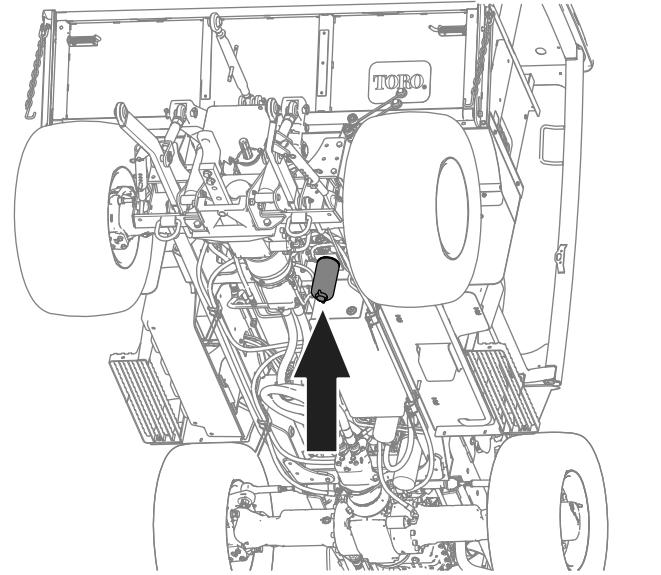
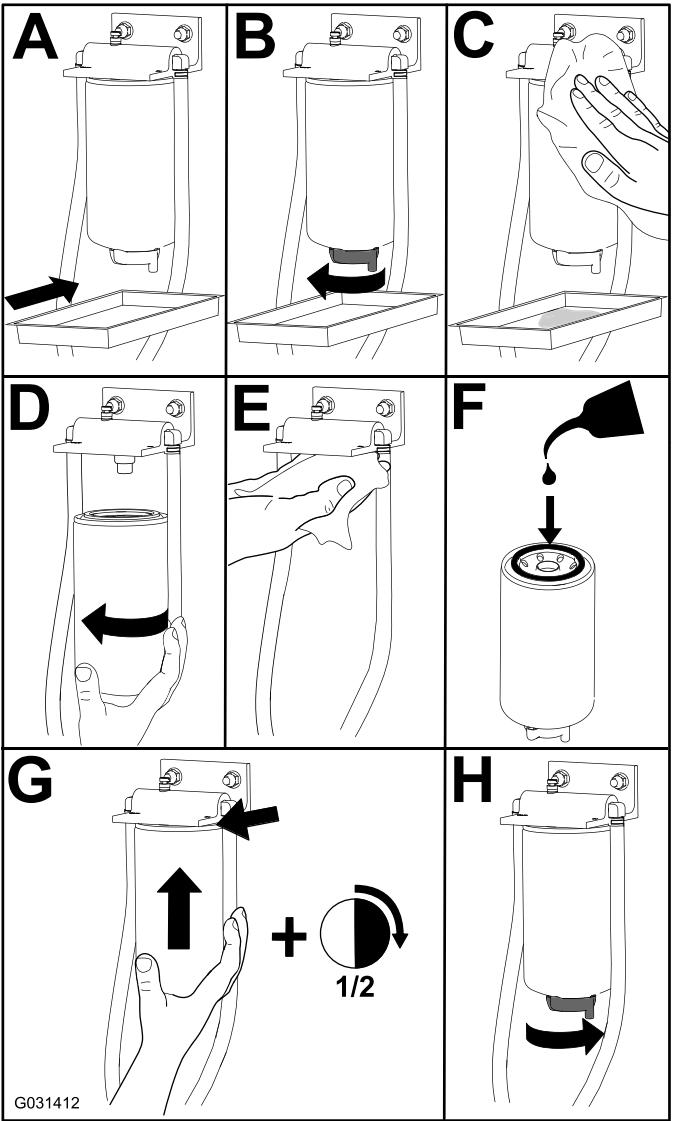

Figure 85
Figure 86
1. Faites l'entretien du séparateur d'eau (Figure 85) comme montré à la Figure 86.